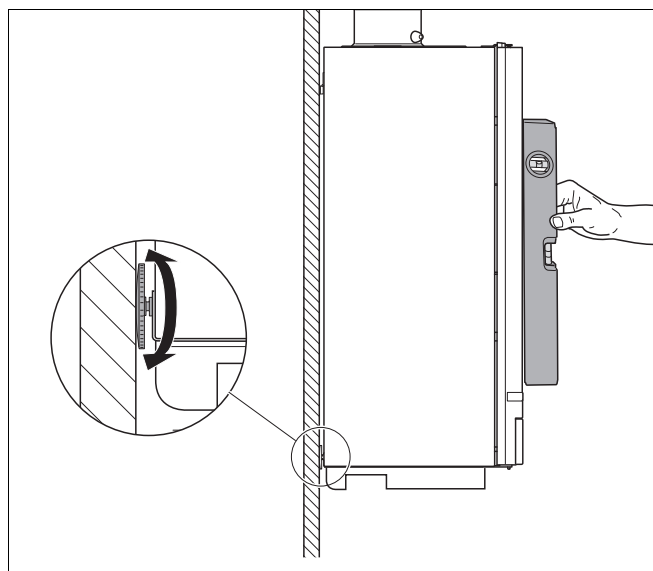

Fig. 8 Posizionamento della caldaia con le viti di fissaggio
- Posizionare la caldaia con l'aiuto della vite di fissaggio e della livella a bolla (fig. 8).